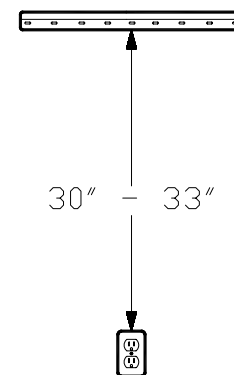

Figura 3
4. Para instalar el aparato (**no se aplica a los modelos EWMSC-W y EWMSC-ESP**) de modo que el enchufe quede camuflado, fijar el soporte a una distancia de 76 a 83 cm de la parte superior del enchufe. (FIGURA 3)